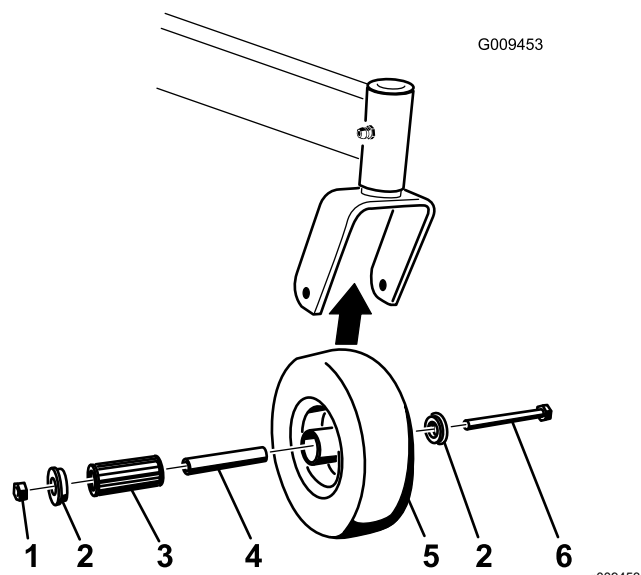

Figure 56
1. Enlevez le contre-écrou et le boulon de fixation de la roue pivotante à la chape (Figure 56).
2. Enlevez une bague, puis sortez la douille pour clé et le roulement à rouleaux du moyeu de roue (Figure 56).
3. Enlevez l'autre bague du moyeu, puis nettoyez la graisse et les saletés éventuellement présentes dans le moyeu (Figure 56).
Remarque: Remplacez les pièces endommagées ou usées (Figure 56).
5. Placez une bague dans le moyeu de roue (Figure 56).
6. Lubrifiez le roulement à rouleaux et la douille pour clé, et insérez-les dans le moyeu (Figure 56).
7. Mettez la deuxième bague dans le moyeu (Figure 56).
8. Montez la roue pivotante dans la fourche à l'aide du boulon et du contre-écrou (Figure 56).
9. Serrez le contre-écrou jusqu'à ce que la base de la douille pour clé soit en appui contre l'intérieur de la fourche (Figure 56).